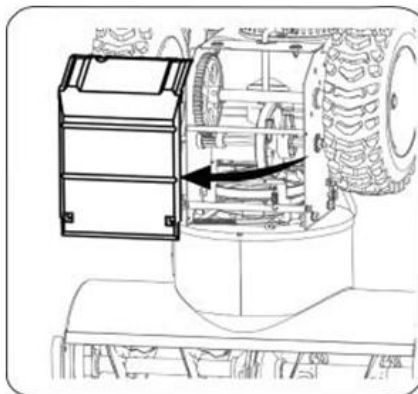

Рисунок 25
2. Аккуратно подайте снегоуборщик вверх и вперед, установив его с опорой на кожух. Открутите 4 самонарезающих винта, фиксирующих крышку рамы в нижней части снегоуборщика, и снимите крышку (рис.25).